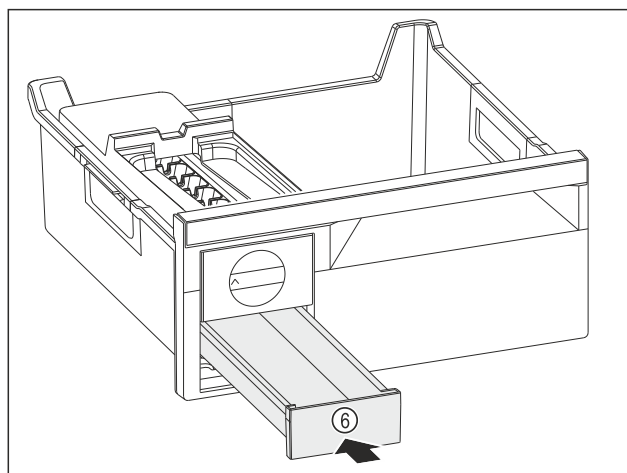

Fig. 149
- Eiskubenschubfach Fig. 149 (6) einschieben.